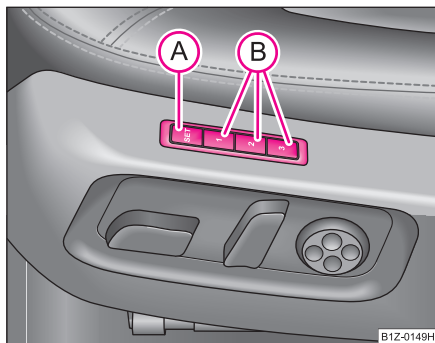

Fig. 62 Asiento del conductor: Teclas de memoria y la tecla SET
- Pulse la tecla **SET** (A) ⇒ página 88, fig. 62.
- Pulse una de las teclas de memoria (B) en el transcurso de 10 segundos después de pulsar la tecla **SET** - un sonido confirmará la memorización del ajuste del asiento.
- Pulse la tecla de memoria (B), con la que se memorizó su posición de asiento, en el transcurso de 10 segundos después de pulsar la tecla **SET** - un sonido confirmará la memorización de la posición de los retrovisores exteriores al conducir marcha atrás.
La memoria para el asiento le ofrece la posibilidad de memorizar la posición individual de asiento del conductor y del espejo retrovisor exterior. A cada una de las tres teclas de memoria (B) ⇒ página 88, fig. 62 se puede asignar una posición individual, es decir, tres en total. Después de pulsar la correspondiente tecla de memoria (B), el asiento y los retrovisores exteriores adoptarán automáticamente las posiciones asignadas a esta tecla ⇒ página 89.
- **Dispositivo automático de pulsación breve de la memoria:** Pulse brevemente la tecla de memoria deseada (B) ⇒ página 88, fig. 62. El asiento y los retrovisores exteriores adoptarán automáticamente las posiciones memorizadas (esto sólo es válido si el encendido está conectado y la velocidad es inferior a 5 km/h).
- **Pulsación prolongada de Memory:** Pulse y mantenga la tecla de memoria deseada (B) pulsada hasta que el asiento y los retrovisores exteriores se hayan desplazado a las posiciones memorizadas. ►